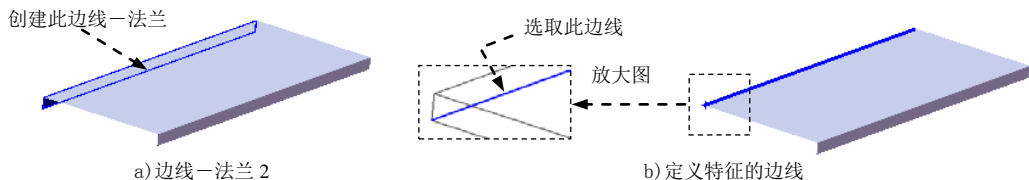

图 17.7.52 创建边线—法兰 2
(3) 定义法兰参数。
① 定义法兰角度值。在 **角度(G)** 区域的  文本框中输入角度值 90.0。
② 定义长度类型和长度值。在“边线法兰”对话框 **法兰长度(L)** 区域的下拉列表中选择 **给定深度** 选项, 输入深度值 15.0。在此区域中单击“内部虚拟交点”按钮 .
③ 定义法兰位置。在 **法兰位置(N)** 区域中, 单击“材料在内”按钮 .
(4) 单击  按钮, 完成边线—法兰 1 的创建。
Step3. 创建图 17.7.52 所示的边线—法兰 2, 详细操作过程参见 Step2。